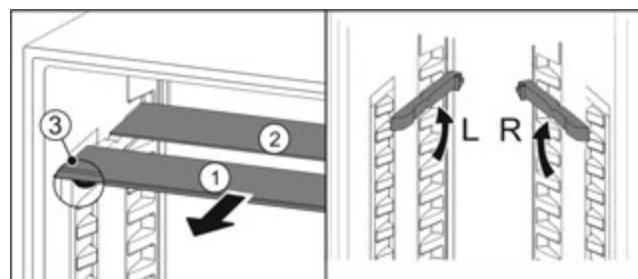

Fig. 24
- Пусніть Fig. 24 (1) скляну панель вперед.
- Скляна панель Fig. 24 (1) з декоративною планкою лежить спереду.
- Стопори Fig. 24 (3) показують вниз.